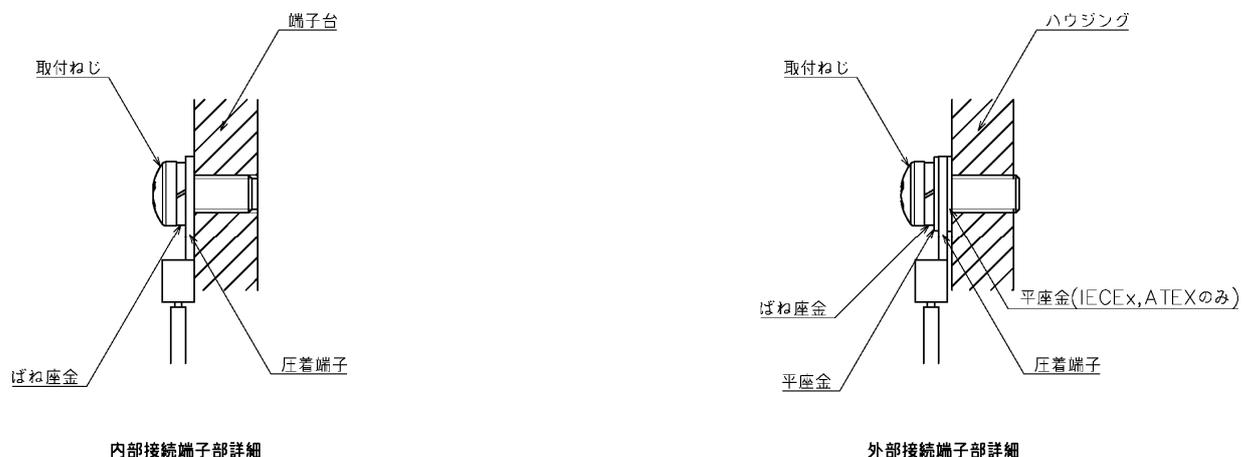

図 2.6c 接続端子部詳細
5. 接続端子部は図 2.6c のように部品の組立を行って下さい。